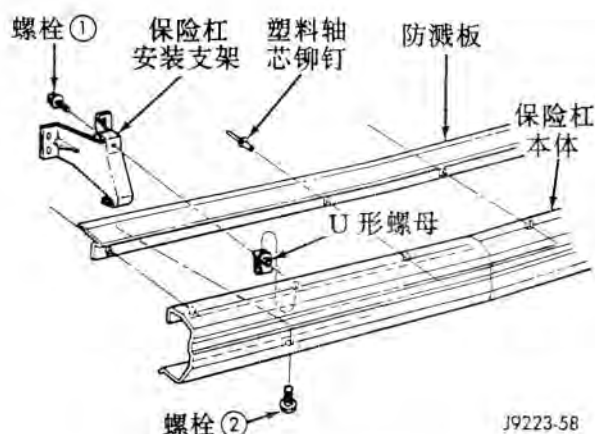
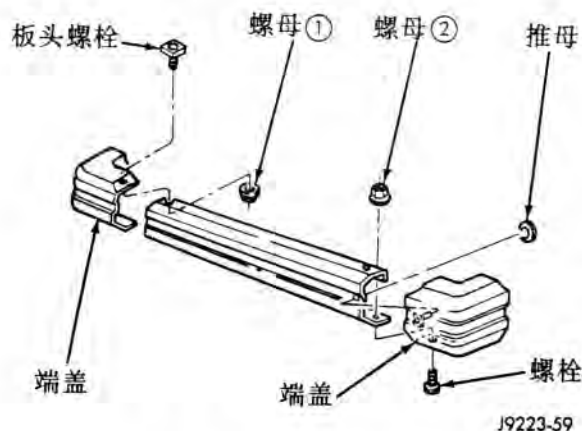
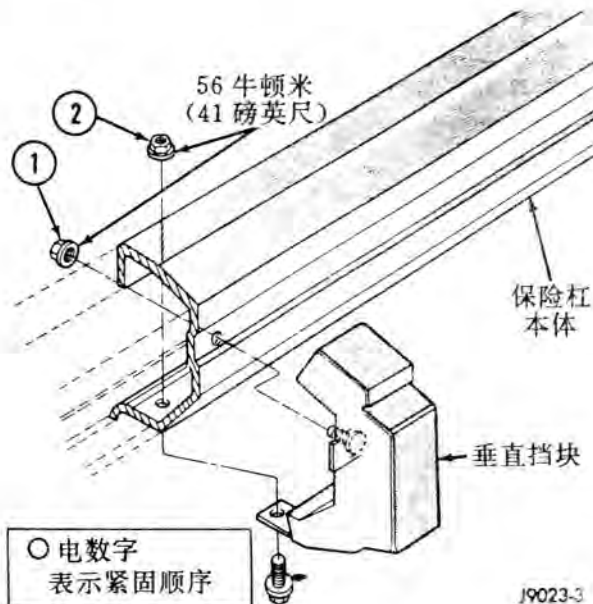

图 13 保险杠安装支架和防溅板的拆装
图 14 保险杠端盖的拆装
图 15 保险杠垂直挡块的拆装
(5) 将支架和后保险杠从车上卸下。
(6) 如有必要, 将保险杠安装支架及保险杠防溅板取下 (图 13)。
(7) 需要的话, 将保险杠端盖 (图 14) 及保险杠垂直挡块 (图 15) 从保险杠上拆下。
(图 13), 保险杠端盖 (图 14), 以及保险杠垂直挡块 (图 15)。
(2) 按图 13 中描述的顺序, 紧固保险杠安装支架的螺栓。拧紧扭矩为 56 牛顿米 (41 磅英尺)。
(3) 按照图 14 中所述顺序紧固螺母。以 22 牛顿米 (16 磅英尺) 的扭矩拧紧保险杠端盖处板头螺栓上的螺母。再用 8 牛顿米 (6 磅英尺) 的扭矩, 拧紧下面的螺栓螺母。
(4) 如果没其它问题, 按图 15 中指定的方式, 拧紧保险杠垂直挡块的安装螺栓、螺母。拧紧扭矩为 56 牛顿米 (41 磅英尺)。
(5) 将安装支架孔与后横梁上的孔对好, 并将保险杠支好。而后, 带上支架与保险杠连接螺栓, 以 42 牛顿米 (31 磅英尺) 的扭矩将其拧紧。
(6) 如在修理过程中拆下了后拖钩, 将其装上。如需要, 请参看第 23 部分 — 车身部件中规定的安装方法。